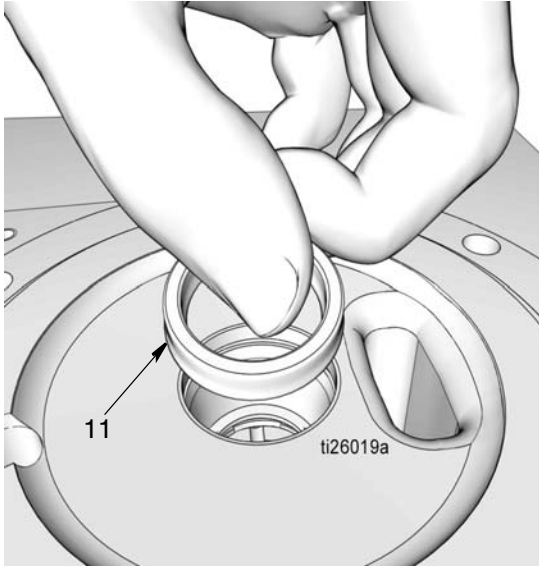

图 32
- d. 安装密封（11）。确保密封的唇口朝下，如图 32 所示。